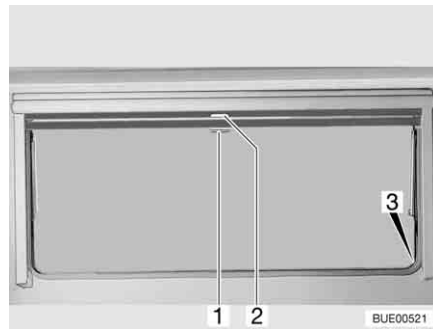

Fig. 78 Janela de projetar
- Puxe para baixo o estore opaco no manípulo (Fig. 78,2). Quando o estore opaco está completamente fechado, prenda-o de ambos os lados no fixador (Fig. 78,3) na moldura da janela.
- Quando o estore opaco está completamente fechado: Empurre o manípulo (Fig. 78,2) para baixo, puxando-o ao mesmo tempo um pouco para dentro. Desprenda o estore opaco dos fixadores no lado esquerdo e no lado direito na moldura da janela.
- Quando o estore opaco se encontra em posição intermédia: Puxe o manípulo (Fig. 78,2) um pouco para baixo até o fixador ficar solto.
- Puxe para baixo a mosquiteira com o manípulo (Fig. 78,1) e pendure ambos os lados no fixador (Fig. 78,3) na moldura da janela.
- Empurre o manípulo (Fig. 78,1) para baixo, puxando-o ao mesmo tempo um pouco para dentro. Desprenda a mosquiteira dos fixadores no lado esquerdo e no lado direito na moldura da janela.